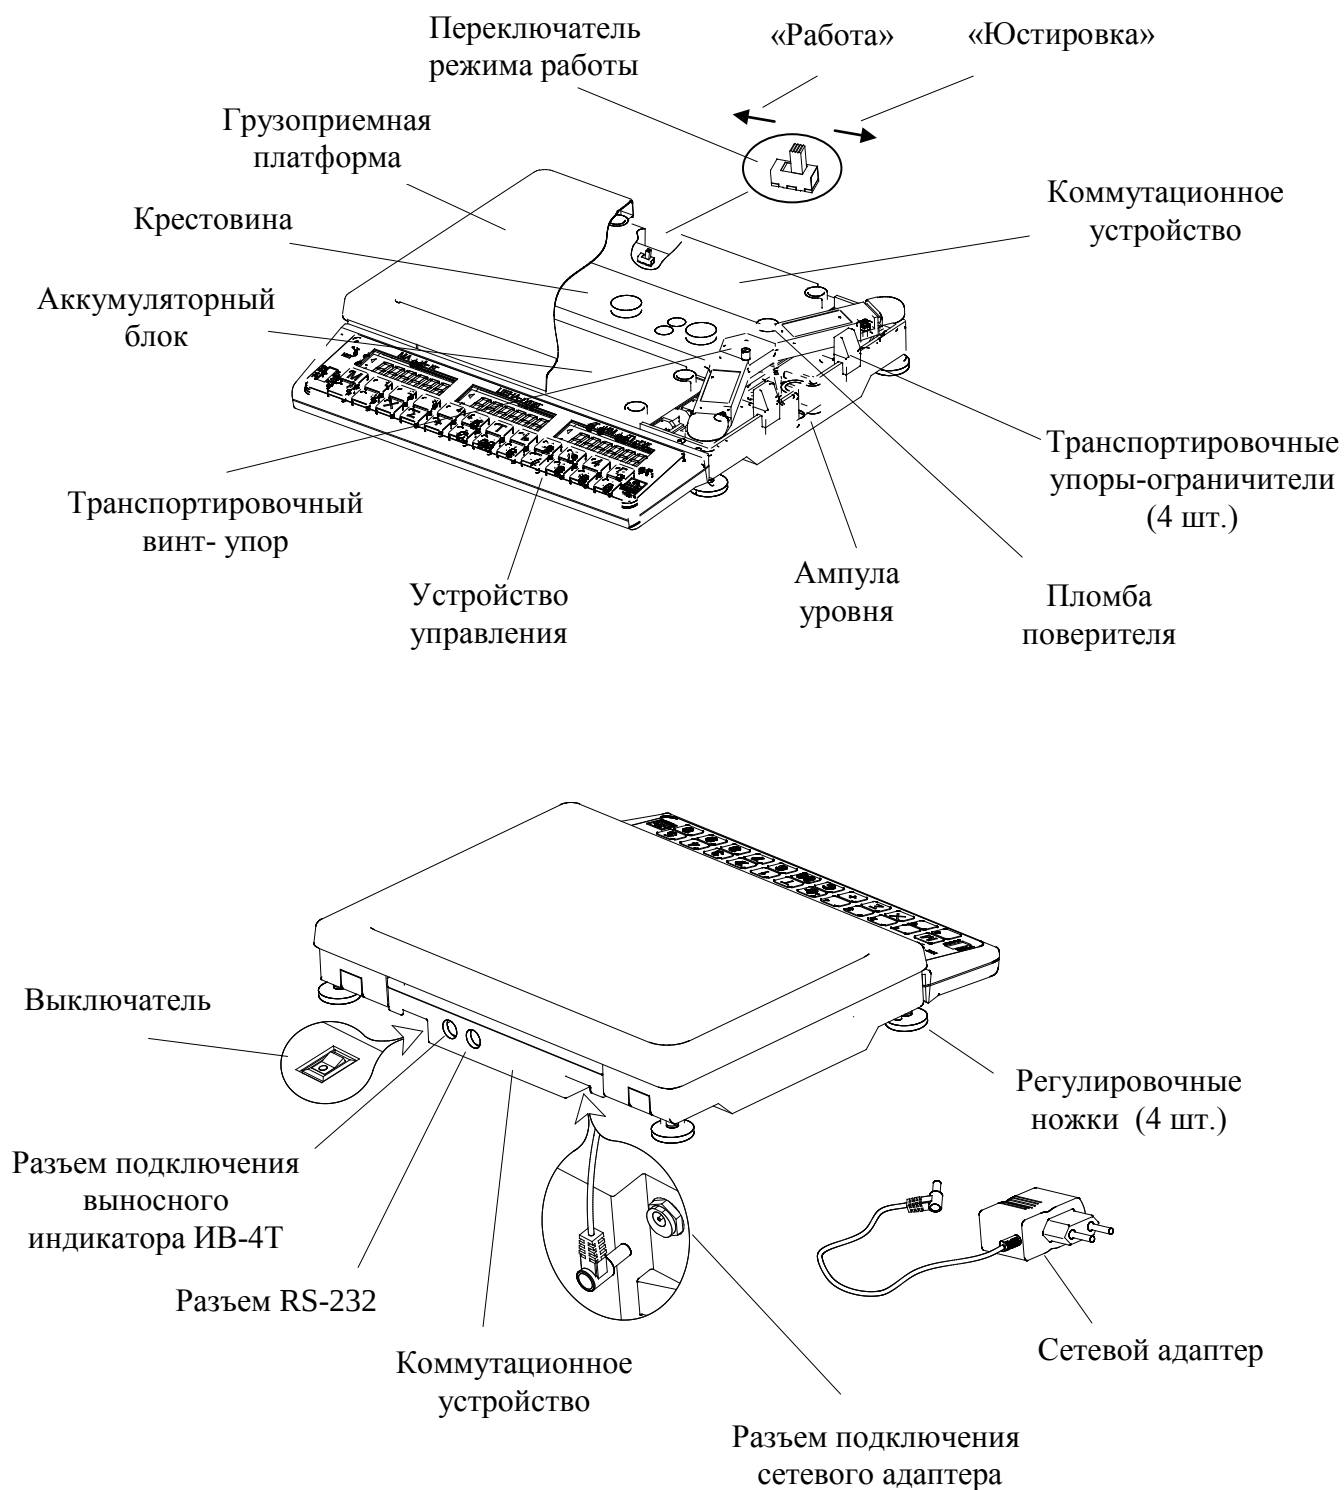

Рис. 5.1- Весы МК_T21
Конструкция весов представлена на Рис. 5.1.
6.2 Снять грузоприемную платформу с весов и убрать транспортировочные упоры - ограничители (Рис. 5.1).